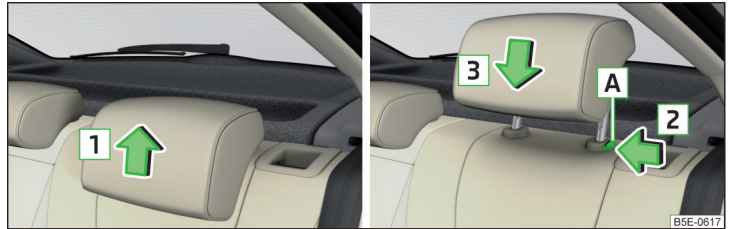

Abb. 92 Höhe der Kopfstütze hinten einstellen
- › Die Stütze fassen und **nach oben** in Pfeilrichtung **1** verschieben » Abb. 92.